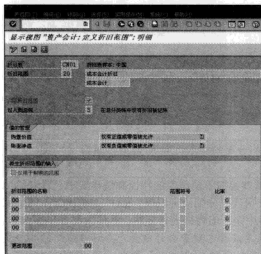

图 10-32 修改折旧范围参数
STEP 4 双击选中某条“折旧范围”，进入折旧范围参数修改界面，如图 10-32 所示。在此界面中，可以修改“折旧范围”的参数值。